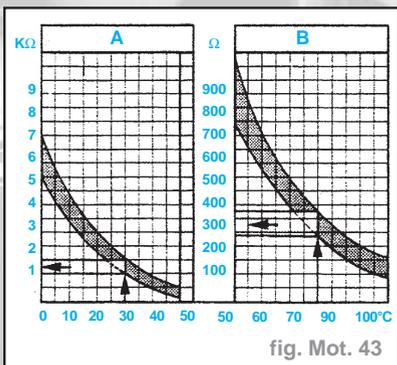

fig. Mot. 43
- moteurs 1,6 l & 1,8 l (fig. Mot. 43)